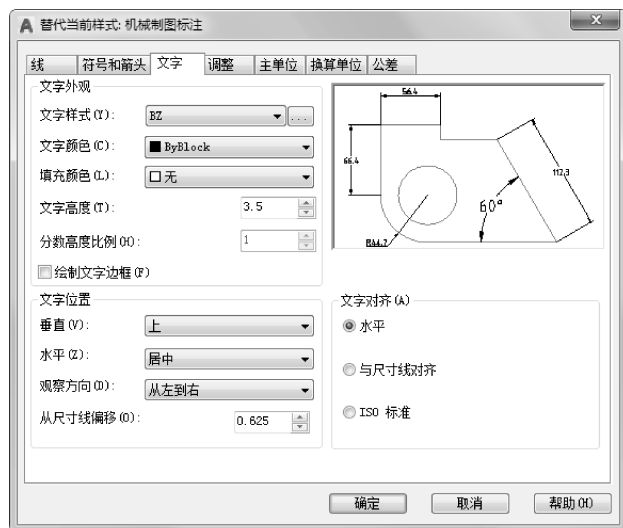

图 14-14 “文字”选项卡
(3) 替代标注样式。单击“默认”选项卡“注释”面板中的“标注样式”按钮，弹出“标注样式管理器”对话框，选择“机械制图标注”样式，单击“替代”按钮，弹出“替代当前样式：机械制图标注”对话框，在“文字”选项卡的“文字对齐”选项组中选中“水平”单选按钮，单击“确定”按钮退出对话框，如图 14-14 所示。